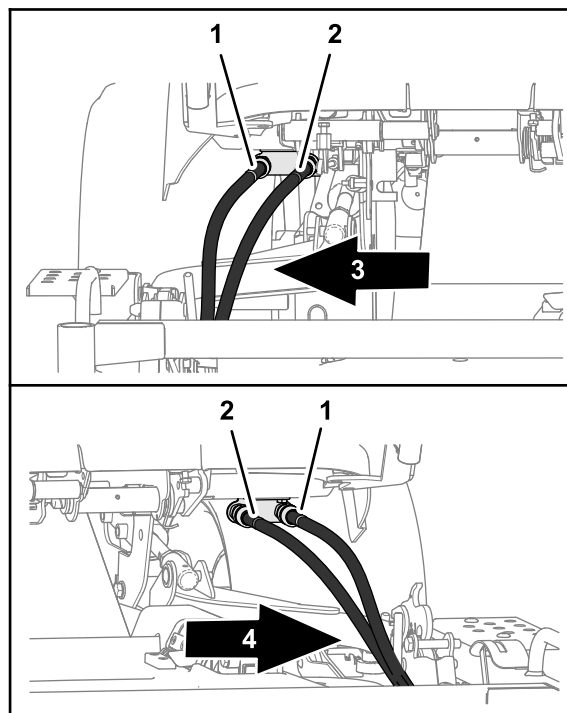

Figura 114
- Desligue os tubos hidráulicos de cada lado da unidade de tração (Figura 114).
- A. Ligue o tubo hidráulico assinalado com um identificador azul ao acoplador de engate rápido interno (assinalado com um identificador azul); consulte Figura 114 em Remoção da plataforma do cortador \(página 76\).
- B. Ligue o tubo hidráulico assinalado com um identificador vermelho ao acoplador de engate rápido interno (assinalado com um identificador vermelho); consulte Figura 114 em Remoção da plataforma do cortador \(página 76\).